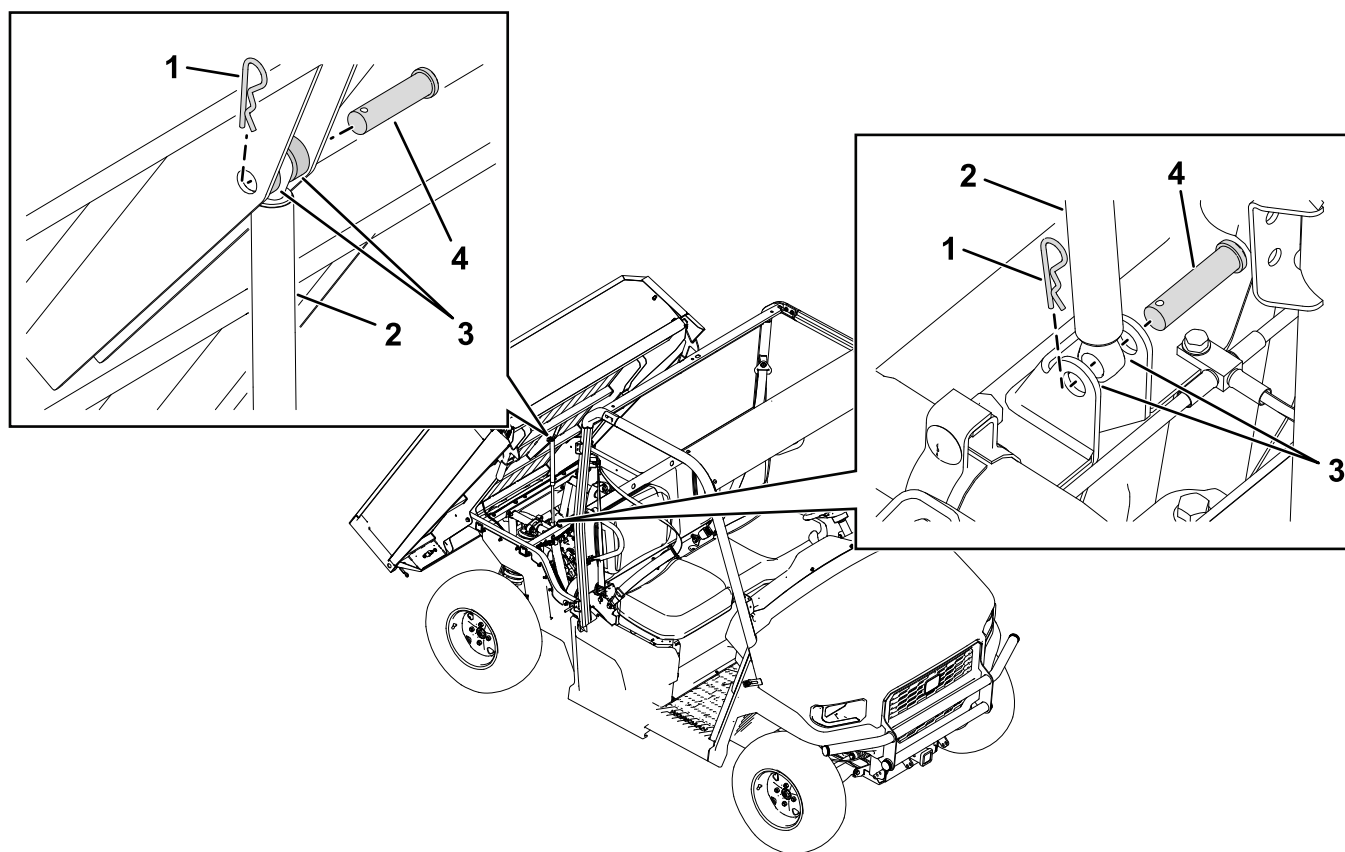

Figura 5
2. Remova os passadores de forquilha, contrapinos e espaçadores que prendem o cilindro existente à plataforma e estrutura da máquina (Figura 5).